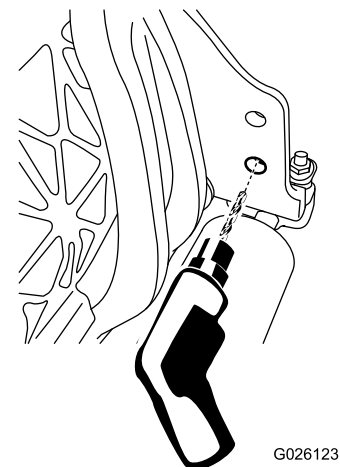

Figure 14
1. Agrandissez le trou inférieur sur le côté droit du plateau de coupe à l'aide d'un foret de 9 mm (Figure 14).